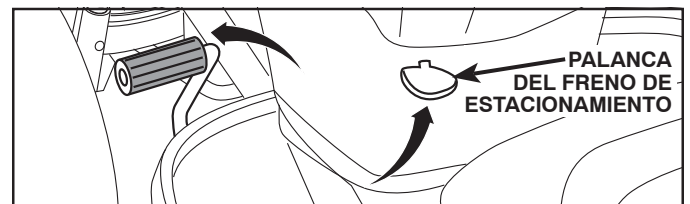

Fig. 3
INSTALE LA SEGADORA (Vea Fig. 3 - 16)
1. ACCIONE LA PALANCA DEL FRENO DE ESTACIONAMIENTO Y LA PALANCA DE LEVANTAMIENTO DEL ACCESORIO INFERIOR (Vea Fig. 3 y 4)